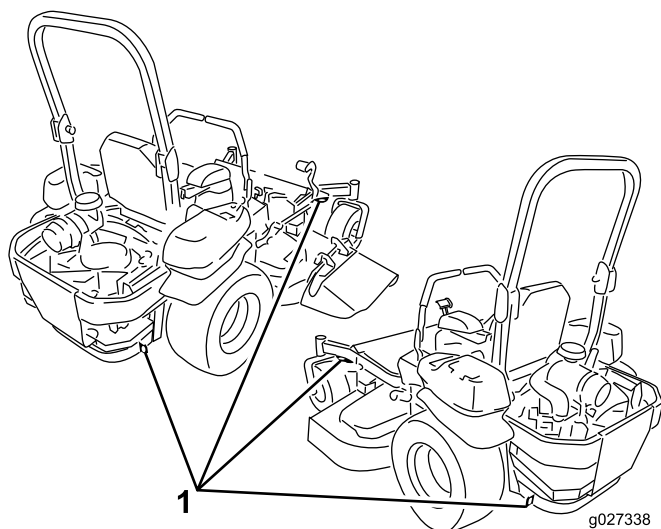

Figure 34
5. Servez-vous des points d'attache en métal de la machine pour arrimer solidement la machine sur la remorque ou le véhicule de transport au moyen de sangles, chaînes, câbles ou cordes (Figure 34).